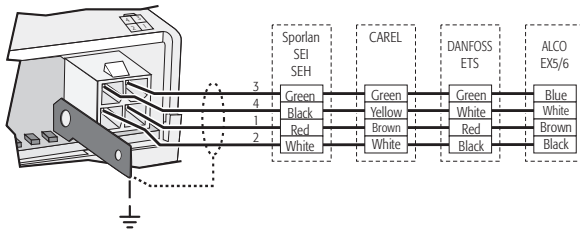

Fig. 3.12
- Ventil:** Das Ventil gemäß Parametereinstellung "Valve type" anschließen (Fig. 3.12).